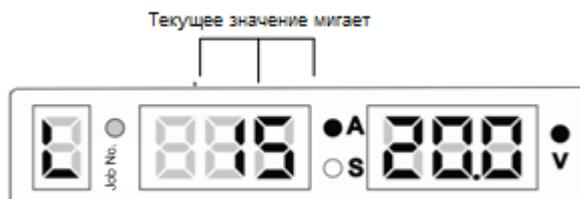

Рис. 3-36 Пользовательский интерфейс блокировки тока.
4. На пользовательском интерфейсе для блокировки текущего диапазона регулировки, Ближний экран мигает. Смотрите рисунок 3-36. С помощью ручки на панели управления сварочного аппарата, установите значение в диапазоне регулировки и нажмите кнопку **LOAD** . Отображается значение блокировки тока, текущее значение мигает. По умолчанию диапазон регулировки ± 15 A.